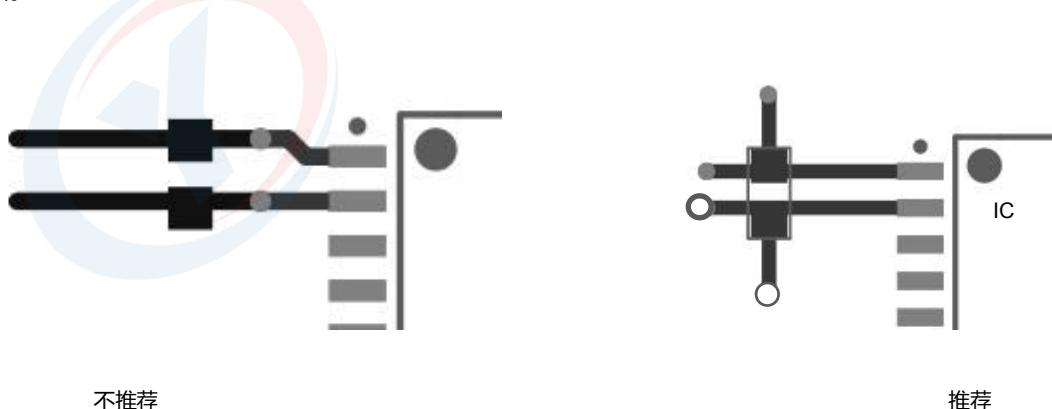

图 15-2
3、当需要在供电电源线和地线中放置过孔时，过孔的位置应在电容相对芯片引脚的外侧，而非放置在电容与芯片之间，如下图 15-2 所示，以减少过孔寄生电感的影响。